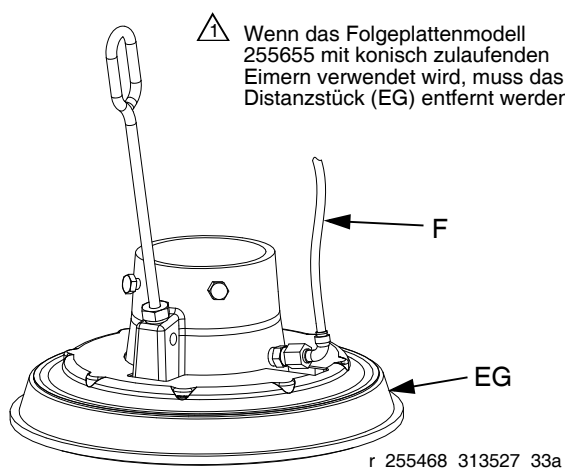

ABB. 10
Siehe ABB. 10. Wenn sich die Folgeplatte beim Anheben der Pumpe nicht einfach aus dem Eimer herausheben lässt, ist möglicherweise der Luftunterstützungsschlauch (F) oder das Rückschlagventil verstopft. Ein verstopftes Ventil verhindert, dass Luft zur Unterseite der Platte gelangt und das Entnehmen der Platte aus dem Eimer erleichtert.
2. Luftunterstützungsschlauch (F) in der Folgeplatte reinigen. Alle Teile des Ventils reinigen und es wieder zusammenbauen.
3. Entlüftungsstab (EK) aus der Folgeplatte entfernen. Entlüftungsstab durch Entlüftungsablassöffnungen stecken, um Materialablagerungen zu beseitigen.